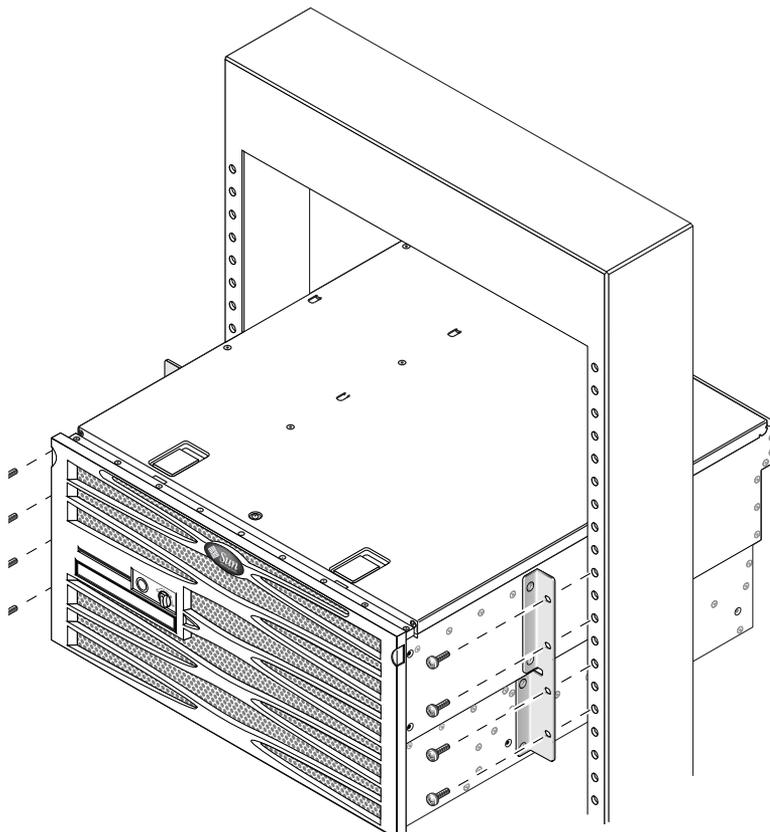

図 3-28 2 ポストラックへのサーバーの取り付けと固定
4. 各固定部品にねじを 4 本ずつ使用して、サーバーの正面をラックの正面に固定します (図 3-28 を参照)。